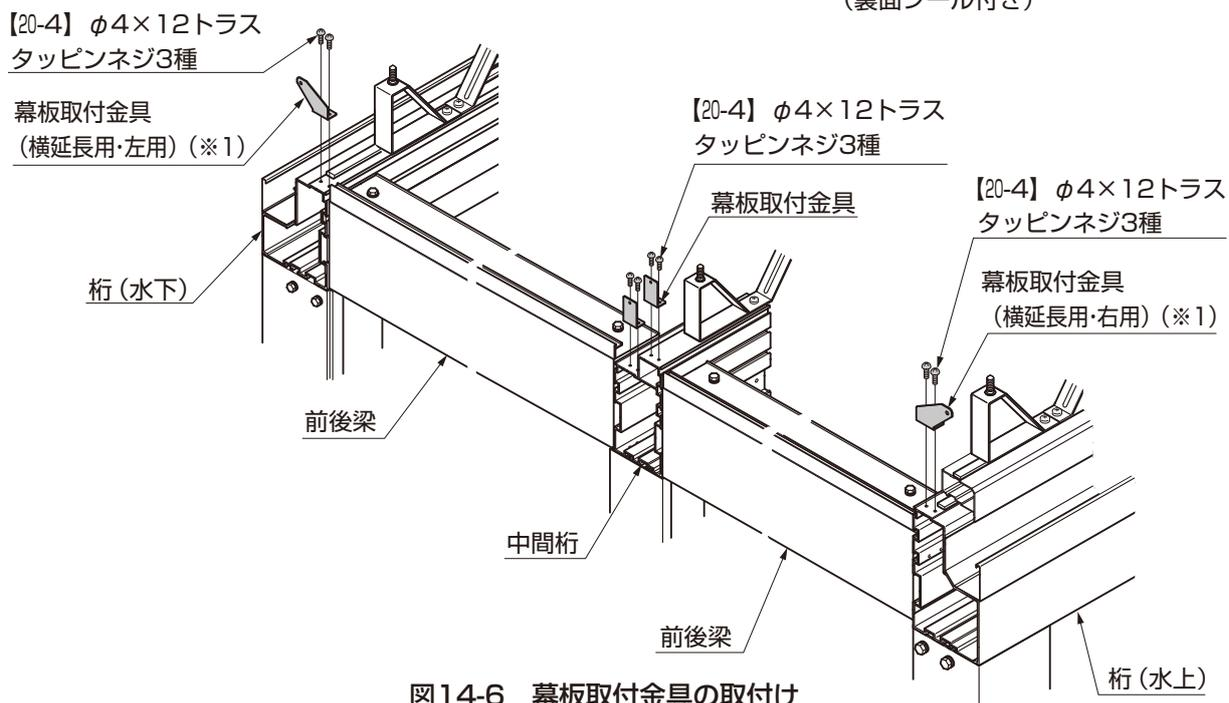

図14-6 幕板取付金具の取付け
①幕板取付金具と幕板取付金具 (横延長用) を、各桁の上面に【20-4】で取付けてください。(図14-6参照)
●幕板取付金具 (横延長用) (※1) は左右があります。(図14-6参照)